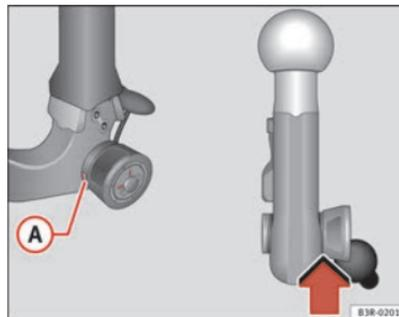

Fig. 157 Dispositif d'attelage amovible : contrôle de sécurité
- Vérifiez si le repère vert **(A)** ⇒ page 214, fig. 157 de la molette se trouve dans la zone du repère noir de la boule d'attelage.